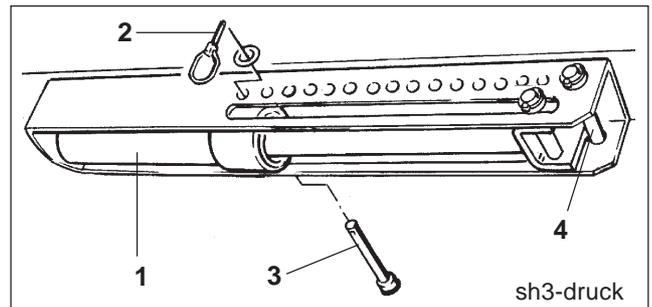

Fig. 12.6
Deux axes (fig. 12.6/3 et fig. 12.6/4) brochés dans la grille de réglage servent de butée au vérin hydraulique (fig. 12.6/1). La butée du vérin hydraulique s'appuie contre l'axe (fig. 12.6/3) lorsque le vérin est en échappement, et contre l'axe (fig. 12.6/4) lorsque le vérin est en pression.
- Mettez le vérin (fig. 12.6/1) en pression.
- Introduisez l'axe (fig. 12.6/3) dans l'un des trous de la grille de réglage et verrouillez-le à l'aide d'une goupille agricole (fig. 12.6/2).